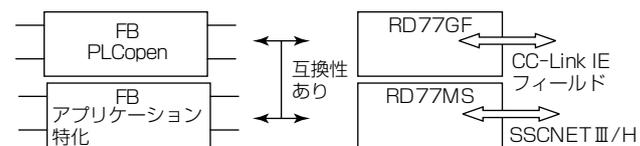

図5. ファンクションブロック (FB)
従来機種との仕様互換性についても配慮し、同一のファンクションブロック (FB) の使用を可能にすることで、ユーザープログラム資産の活用、ユーザーの利便性向上を図った。例えば、PLCopen対応の汎用FBからコンバーティング用FB(巻取り巻出し、張力制御等)のようなアプリケーション特化型のFBまで、“MELSEC iQ-Rシリーズ”のシンプルモーションユニット共通で利用可能である(図5)。